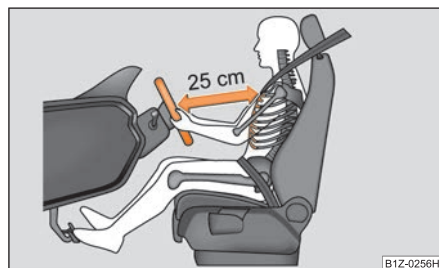

Fig. 168 La distancia correcta entre el conductor y el volante
- Ajuste el volante de tal modo, que la distancia entre el volante y el esternón sea, como mínimo, de 25 cm ⇒ fig. 168.
- El conductor se ha de mantener a una distancia mínima de 25 cm del volante ⇒ fig. 168. Si no respeta la distancia mínima, el sistema de airbag no puede protegerle - ¡Peligro mortal!